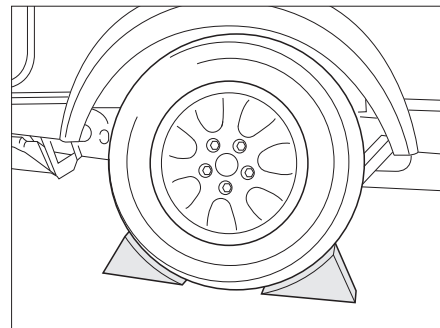

Fig. 160 Bloccare il veicolo
- Sistemare in corrispondenza della ruota di fronte i cunei fermaruota o oggetti simili in modo da bloccare il veicolo (Fig. 160).